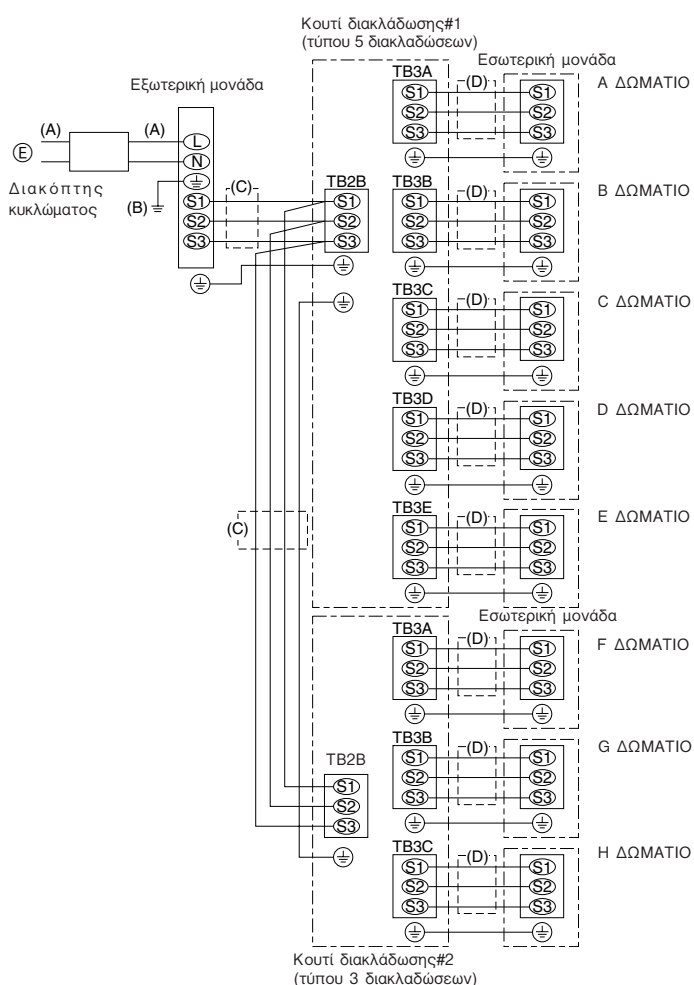

Fig. 7-2
7.3. Διαδικασία εξωτερικής καλωδίωσης (Fig. 7-2)